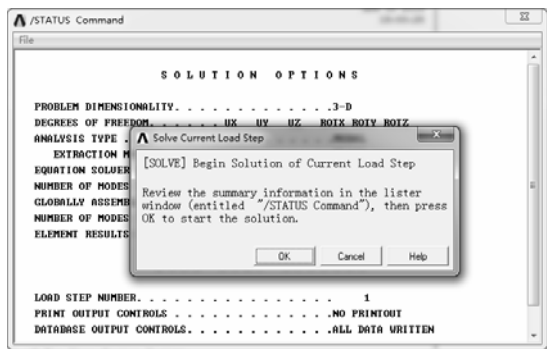

图 7-93 求解信息窗口
- 1) 选择“Main Menu>Solution>Solve>Current LS”命令，弹出图 7-93 所示的求解信息窗口，其中“/STATUS Command”窗口显示所要计算模型的求解信息和载荷步信息。